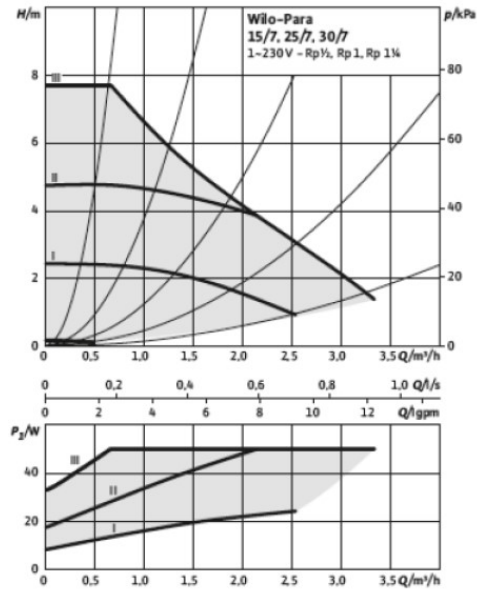

Figura 82 – Rendimiento de la bomba - Velocidades constantes I, II y III
- Selección de la curva característica (I, II e III - Figura 82) dentro delo modo de control.